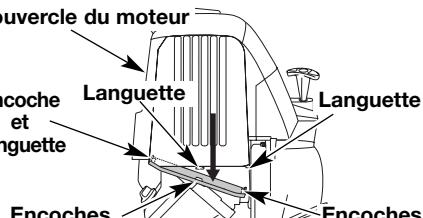

Fig. 32
1. Retirez le couvercle du silencieux en appuyant sur le coin à l'aide d'un tournevis à lame plate (Fig. 32). Glissez les encoches sur les côtés du couvercle par-dessus les languettes du couvercle du moteur et retirez le couvercle.
13. Replacez le couvercle du silencieux. Glissez avec un déclic les encoches sur les côtés du couvercle par-dessus les languettes du couvercle du moteur (Fig. 32).